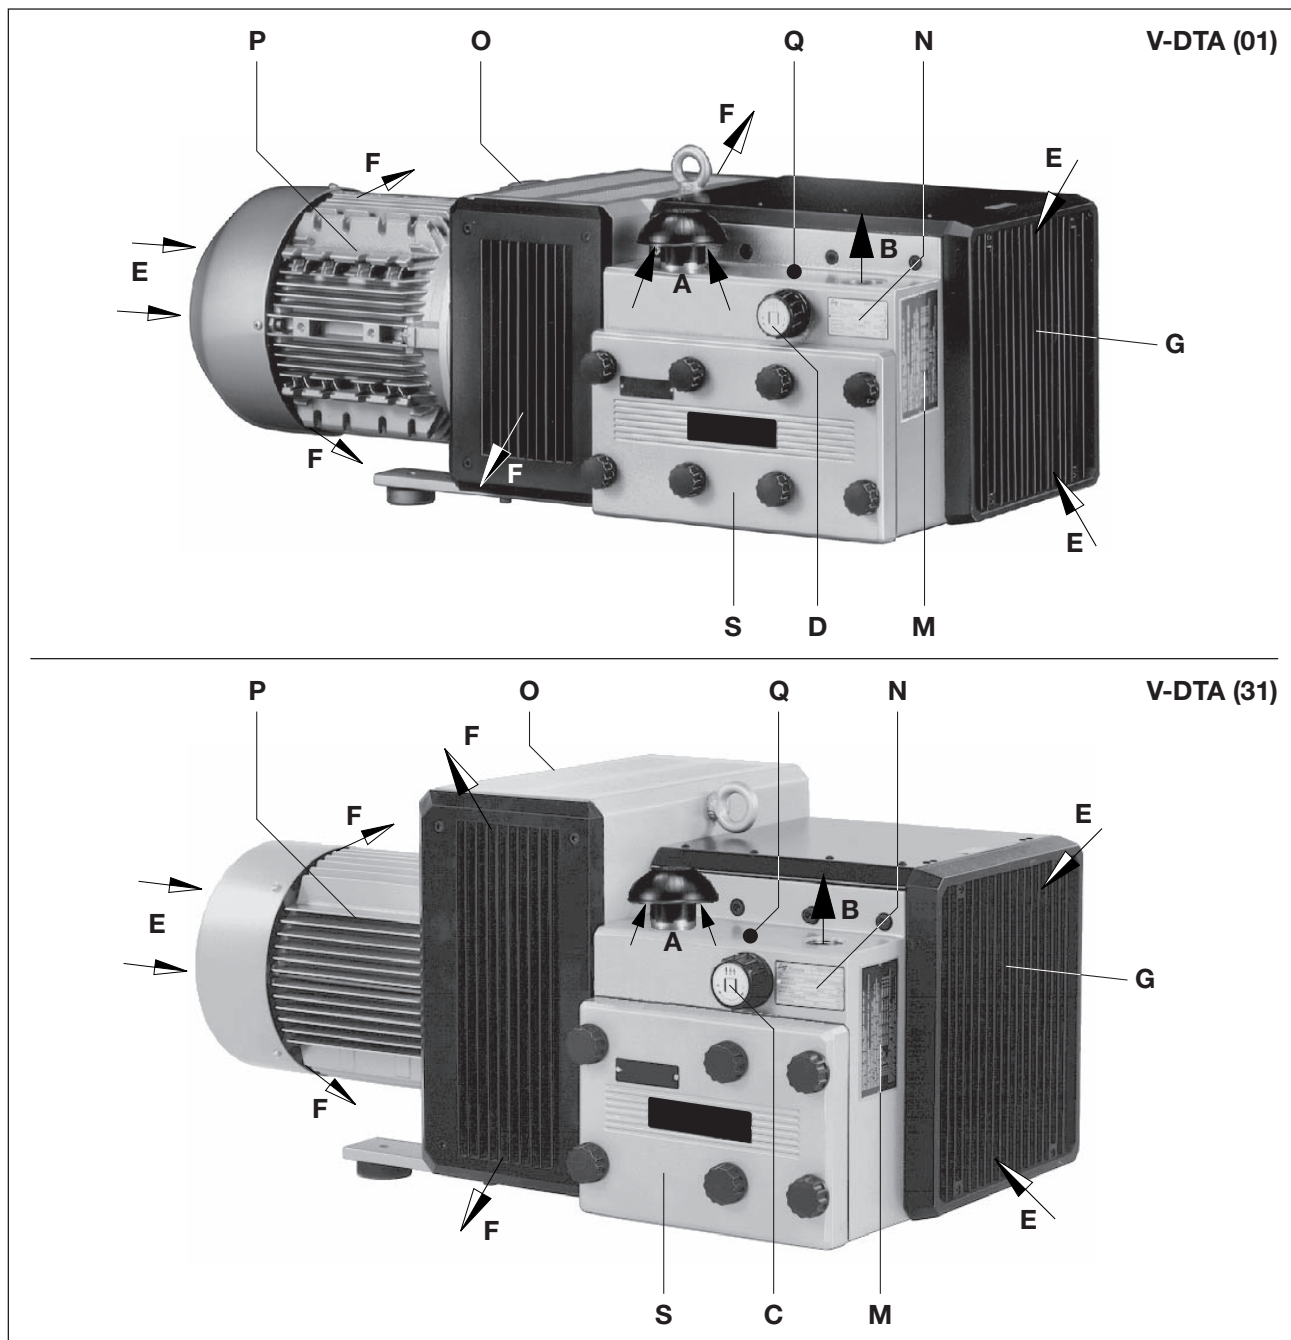

Fig. 2 Compressore V-DTA
La valvola di regolazione della pressione (Fig. 2/D) consente di regolare la pressione sul valore desiderato, limitato verso l'alto.
I rotori-compressori a secco V-DTA 60, V-DTA 80, V-DTA 100 e V-DTA 140 sono adatti per la generazione di sovrapressione fra 0 e il valore massimo (bar) indicato sulla targhetta dati (Fig. 2/N). È possibile un funzionamento continuo.
Il corpo del filtro (Fig. 2/S) deve essere facilmente accessibile.
Gli ingressi (Fig. 2/E) e le uscite (Fig. 2/F) dell'aria di raffreddamento devono avere una distanza di almeno 30 cm dalle pareti vicine. L'aria di raffreddamento fuoriuscita non deve essere riaspirata. Per i lavori di manutenzione deve essere prevista una distanza di 40 cm prima del corpo del filtro (Fig. 2/S) e la griglia di aspirazione (Fig. 2/G).
- a) Collegamento pressione (Fig. 2/B).
Gli ambiti di pressione necessari possono essere impostati con la valvola di regolazione della pressione (Fig. 2/D) in base alla targhetta simboli della manopola di regolazione.
- a) I dati elettrici del motore sono indicati sulla targhetta dati (Fig. 2/N) o sulla targhetta dati motore. I motori sono conformi a DIN EN 60034 e sono eseguiti con classe di protezione IP 55 e classe isolamento F. Lo schema di collegamento è situato nella morsettiera del motore (non si applica nella versione con collegamento a spina). I dati del motore devono essere confrontati con quelli della rete di alimentazione usata (tipo corrente, tensione, frequenza di rete, amperaggio ammesso).
Durante il funzionamento, le superfici dei componenti (Fig. 2/Q) possono superarsi i 70°C. Evitare di toccare le superfici calde (contrassegnate da appositi cartelli)!
I sacchetti essiccanti posti nella scatola del filtro (Fig. 2/S) devono essere tolti prima della prima messa in funzione.
- ▷ Il senso di rotazione previsto dell'albero di azionamento è contrassegnato dalla freccia (Fig. 2/O) sulla flangia motore.